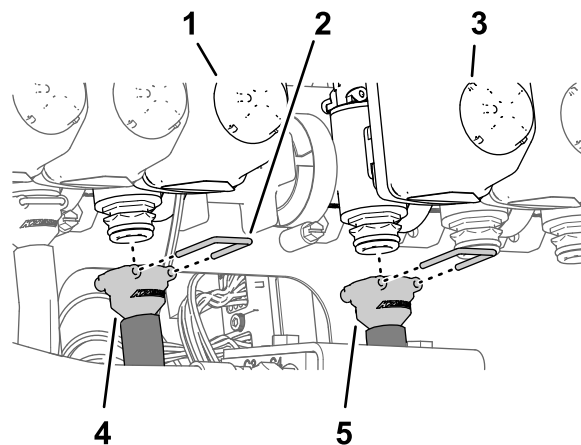

図 126
1. 給液ホース81cmのバーブ付きストレートフィッティングを、ノズルバルブ5番のカップラに組み付ける 図 126。
2. リテーナを使って、バーブ付きフィッティングをバルブに固定する 図 126。
3. 給液ホース81cmのバーブ付きストレートフィッティングを、ノズルバルブ6番のカップラに組み付ける 図 126。
4. リテーナを使って、バーブ付きフィッティングをバルブに固定する 図 126。